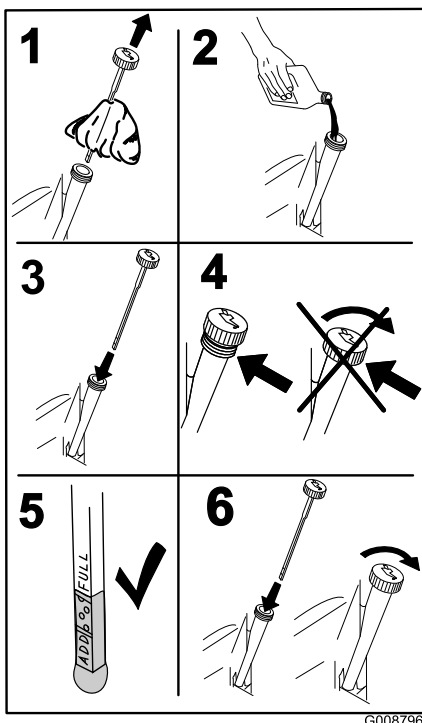

Figura 46
4. Deite cerca de 80% do óleo especificado no tubo de enchimento e adicione lentamente o óleo adicional para atingir a marca **Full** (Figura 46).